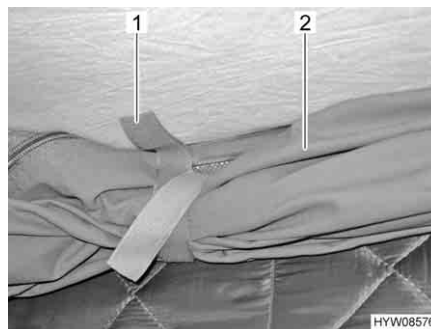

Fig. 22 Passanti di sostegno
- Staccare i passanti di sostegno (Fig. 22,1) che si trovano sul tessuto della tenda avvolto (Fig. 22,2).
- Avvolgere il tessuto della tenda (Fig. 22,2) e fissarlo con i passanti di sostegno (Fig. 22,1).